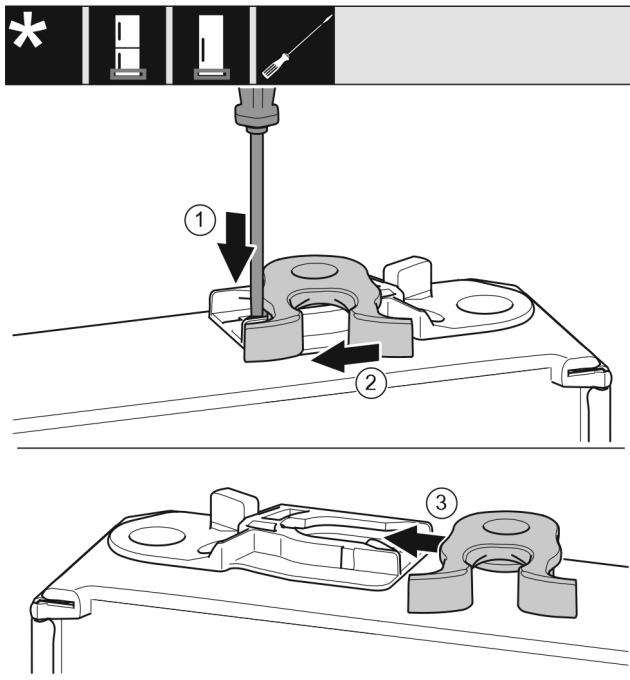

Fig. 16
- ▶ За допомогою шлиццевої викрутки притисніть униз накладку. Fig. 16 (1)
- ▶ Витягніть із напрямної запірний гачок. Fig. 16 (2)
- ▶ Вставте запірний гачок у напрямну з іншого боку. Fig. 16 (3)